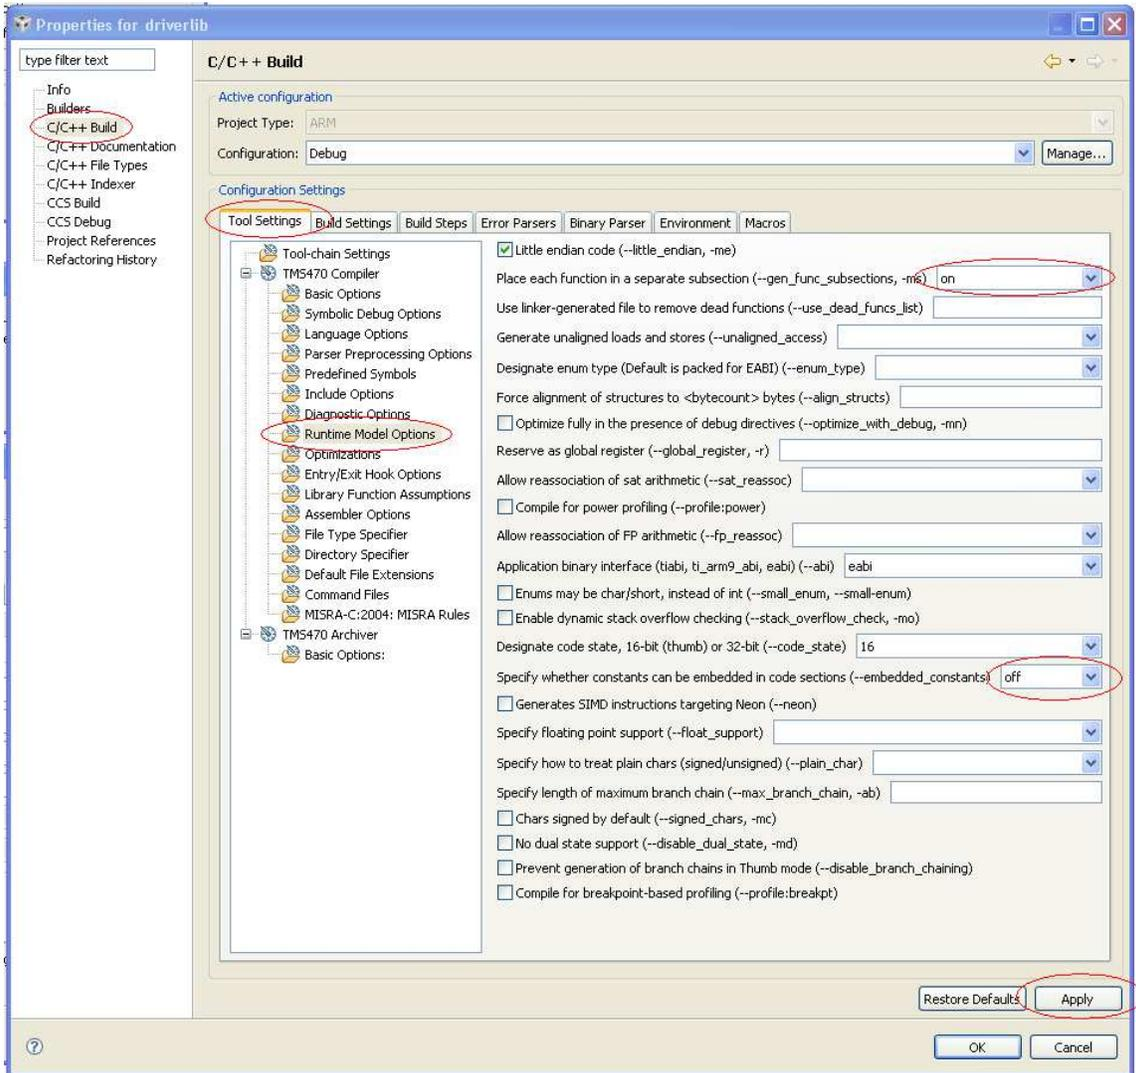

图 27. 针对 driverlib 的属性（C, C++ 建立）
- 选择 Tool Settings 标签页下的 C/C++ Build → 在 TMS470 Compiler 域内选择 Runtime Model Options 如图 27 中红圈所示的那样选择选项（打开和关闭）并单击 Apply 按钮。